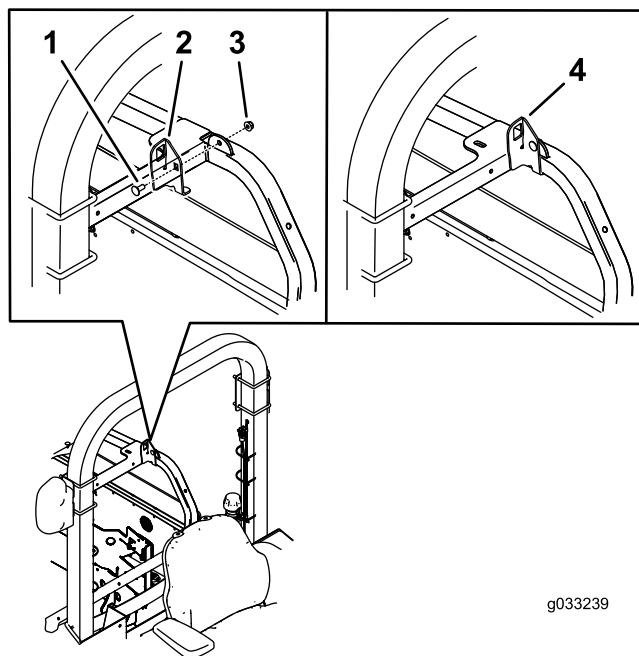

Figura 2
6. Montate la staffa del fermo sul telaio con un bullone a testa tonda (5/16" x 3/4") e un dado flangiato (5/16") (Figura 2).